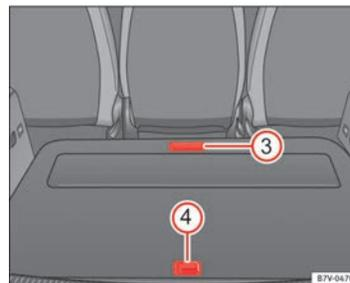

Fig. 115 Autres rangements dans le plancher du coffre
Ouvrir le rangement avant ⇒ fig. 115 ③ :	▷ Levez vers l'arrière la partie avant du plancher du coffre grâce à la poignée.
Ouvrir le rangement arrière ⇒ fig. 115 ④ :	▷ Levez la partie arrière du plancher du coffre grâce à la poignée.